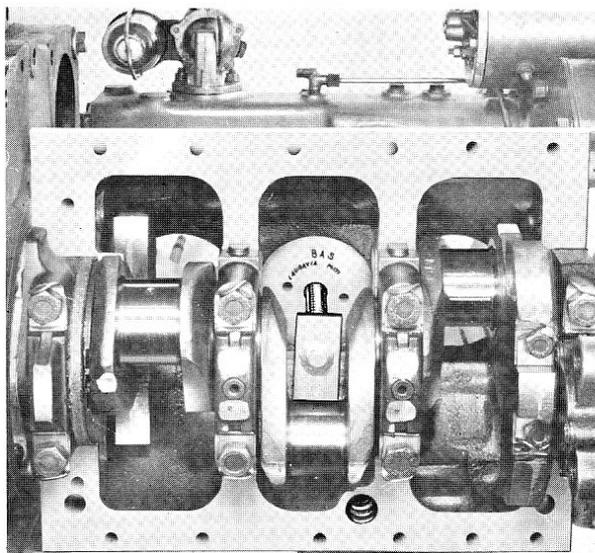

Fig. 32
- 2° Mettre en place, à la partie inférieure de la chemise, le tampon MITI-BAS (fig. 32) (1).